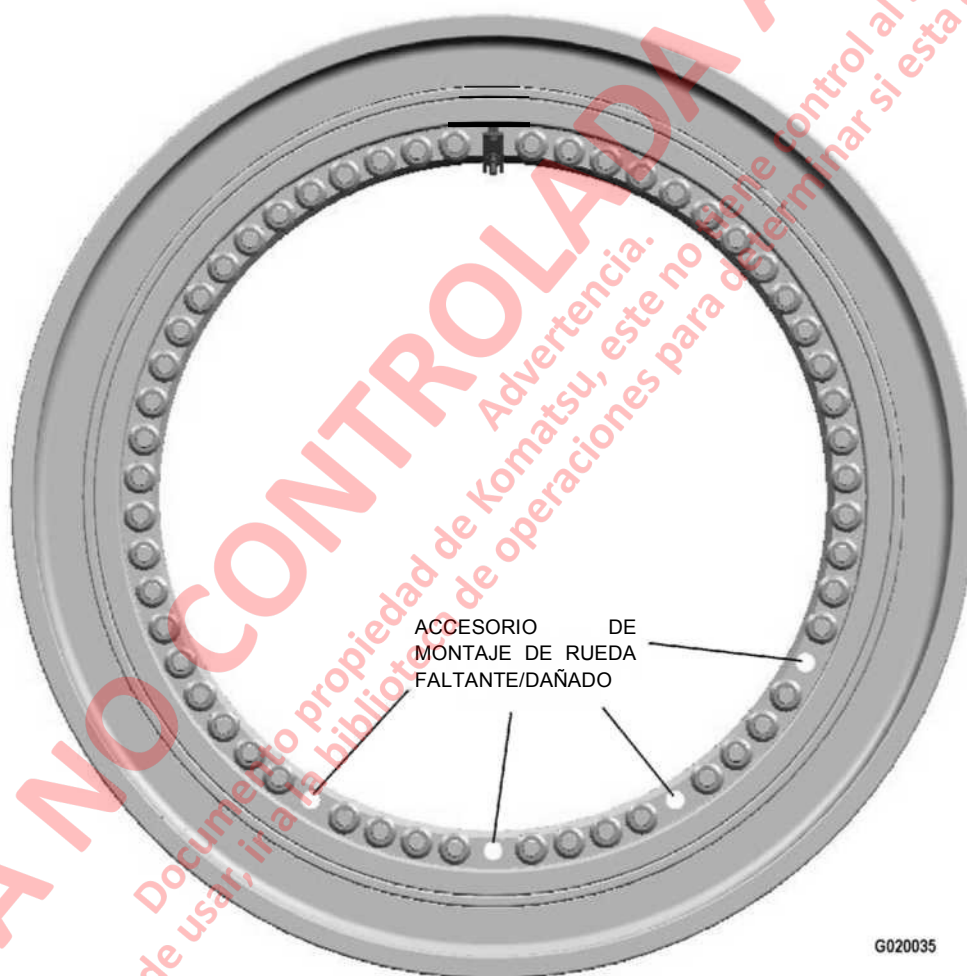

FIGURA 2-2. TOLERANCIA DE PASADORES FALTANTES/DAÑADOS DE LA RUEDA
- La posición de los pasadores dañados o faltantes no debe ser en puntos consecutivos. Además, debe haber un mínimo de cuatro pasadores funcionando correctamente entre cada pasadores faltante. Consulte la Figura 2-2.